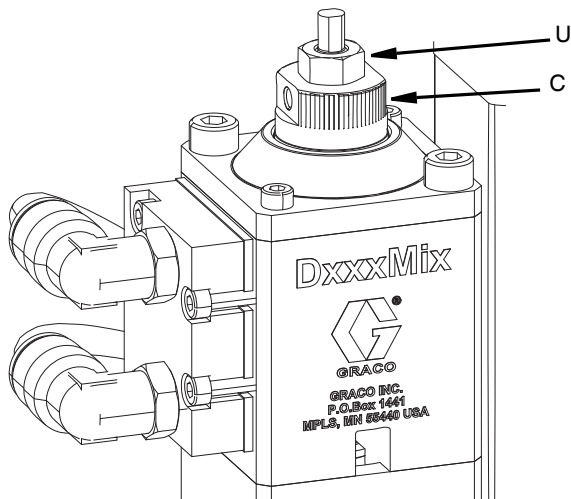

FIG. 10
1. Allentare il controdado (U) sulla parte superiore della valvola.
2. Ruotare il dado di regolazione (C) in senso antiorario per ridurre la corsa di apertura della valvola.
3. Aprire lentamente il dado di regolazione (C), quindi attivare e disattivare la pressione dell'aria finché non si ottiene il flusso desiderato.
4. Serrare il controdado (U) per tenere il dado di regolazione (C) in posizione. Vedere FIG. 10.